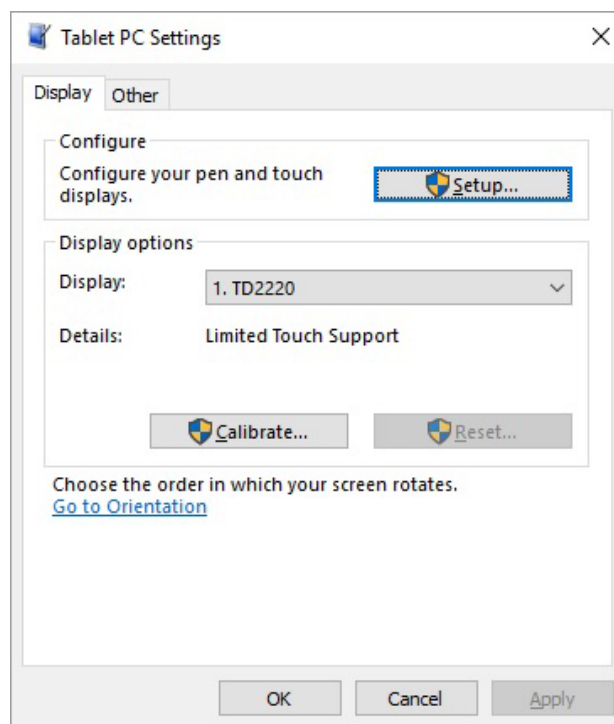

Abbildung 5-1: Auswahl des Displays
2. Bestätigen Sie auf der Registerkarte **Anzeige** im Fenster **Tablet-PC-Einstellungen** den zu kalibrierenden Monitornamen aus dem Dropdown-Menü (siehe Abbildung 5-1).